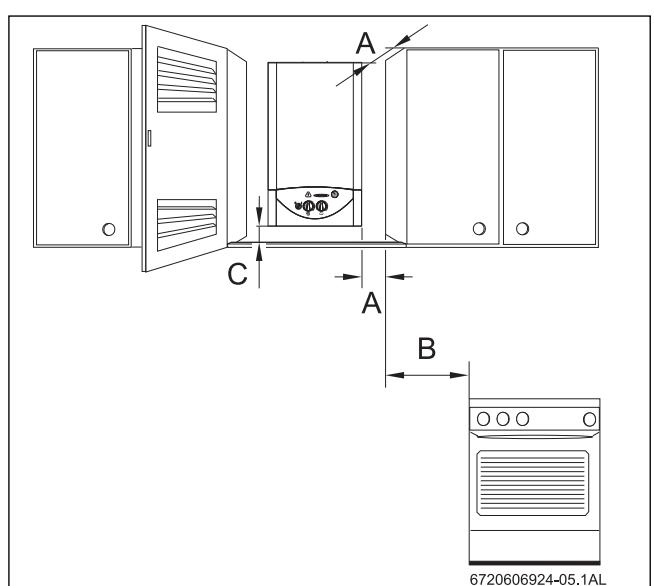

Fig. 6 Distâncias mínimas
- Assegurar o bom acesso nos trabalhos de manutenção, respeitando as distâncias mínimas indicadas na Fig. 6 .